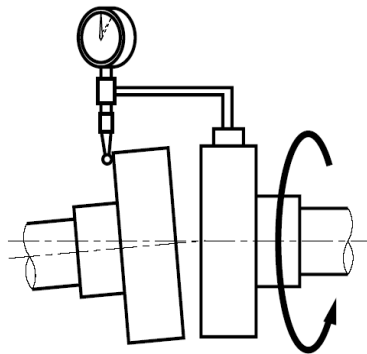

Abb.1
- 1.) Winkelige Ausrichtung: Die Prüfung erfolgt mit einem Niveliergerät, siehe Abb.1, die Differenz muss auf ein geringst mögliches Maß reduziert werden. Siehe zulässiger Maximalwert (b-a) 0,3